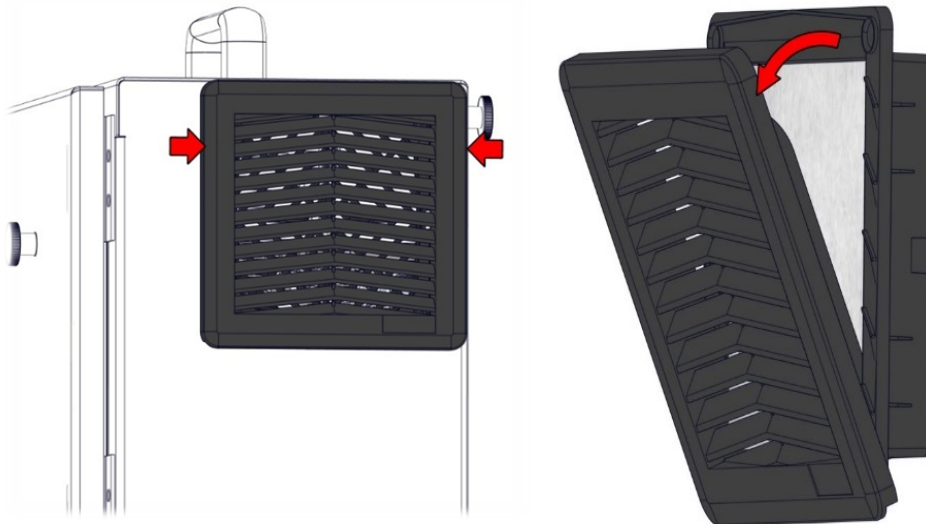

Figure 3.7. コントロールボックスのフィルターを交換します。
1. Gently remove the outer plastic frame by pulling where the red arrows are, as shown in the images below in figure 3.7. フレームは外側に傾きます。